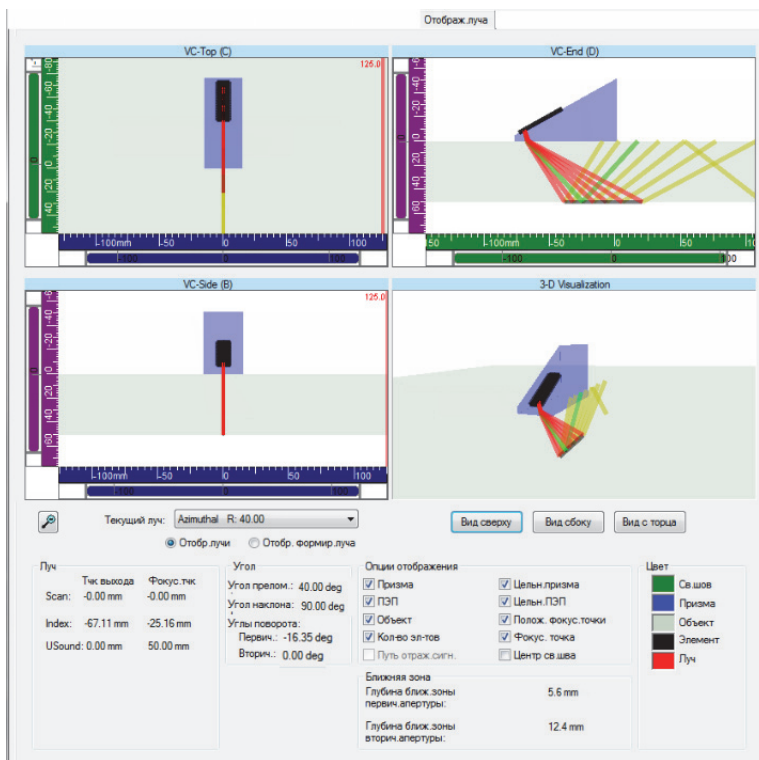

Рис. 4-10 Пример вкладки Отображение луча в Calculator
- n) С помощью четырех разверток и параметров внизу окна проверьте правильность рассчитанных лучей (Рис. 4-10 на стр. 112).